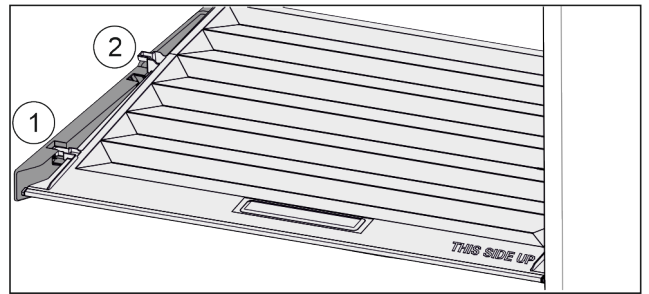

Fig. 27
- Deckel bis zur Öffnung in den Halteteilen nach vorne ziehen Fig. 27 (1).
- Hinten von unten anheben und nach oben wegnehmen Fig. 27 (2).